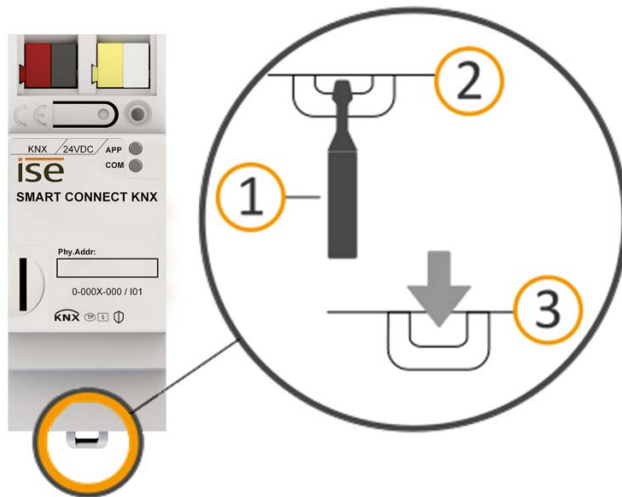

Abbildung 26: Gerät von Hutschiene lösen
1. Führen Sie einen Schraubendreher (siehe Abbildung 26, Pos. 1) in den Lösehebel (siehe Abbildung 26, Pos. 2) und schieben Sie den Lösehebel nach unten (siehe Abbildung 26, Pos. 3).